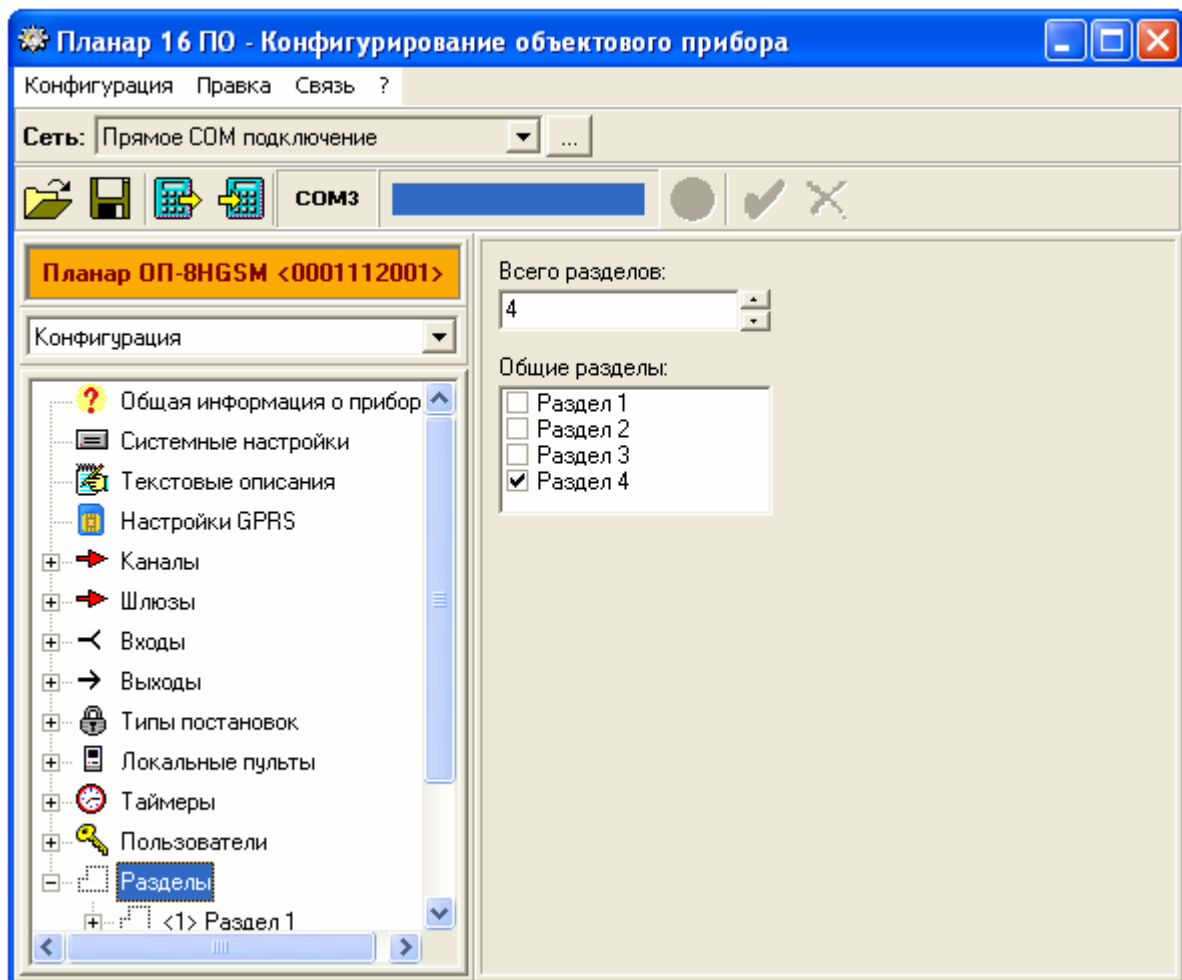

Рис. 12.9 Выбор разделов
12.2.4.1.2.4. Типовое окно программы конфигурирования объектового прибора при описании количества разделов и выбор общего раздела приведено на рис.12.9.